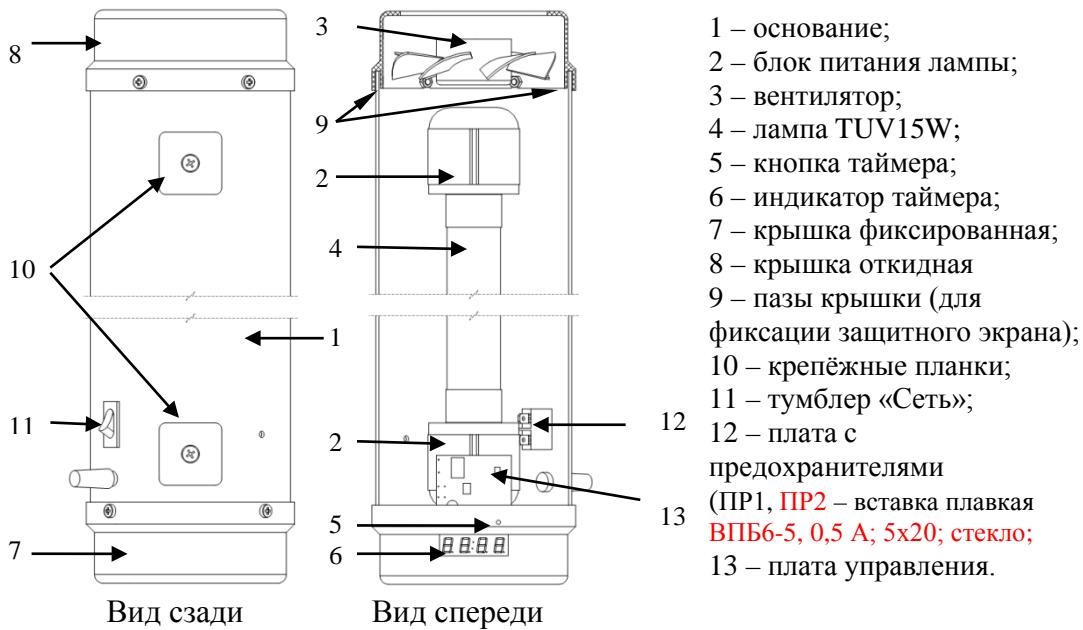
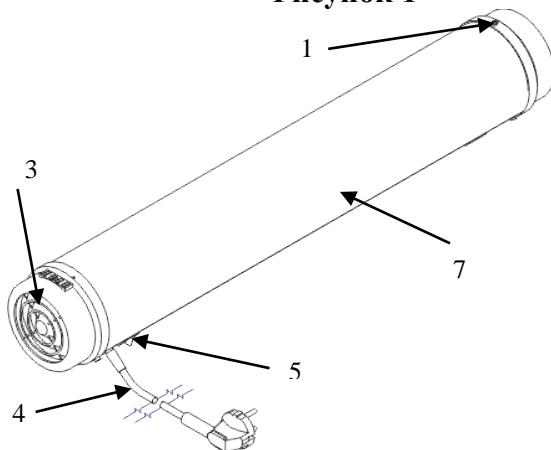
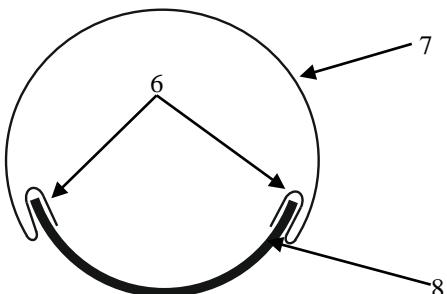

Рисунок 1
Рисунок 2
Рисунок 3
Корпус облучателя состоит из двух основных частей: основания - отражателя (Рис.1 поз.1), изготовленного из металла и защитного экрана (Рис.2 поз.7), выполненного из прозрачного пластика, на внутреннюю
С торцов корпус закрывается крышками (Рис.1 поз.7; 8) с отверстиями, через которые прокачивается воздух. В одной из крышек расположен вентилятор (Рис.1 поз.3). Бактерицидная лампа (Рис.1 поз.4) устанавливается в контактные отверстия блока питания (Рис.1 поз. 2), который крепится на основании (Рис.1 поз.1). На наружной стороне основания, справа, расположен тумблер «Сеть» (Рис.1 поз.11).
Таймер (Рис.1 поз.6) и кнопка таймера (Рис.1 поз.5) расположены в нижней фиксированной крышке (Рис.1 поз.7) облучателя.
Заданный экран (Рис.2 поз.7) крепится к подвижной крышке винтом (Рис.2 поз.1).
6.7 РАСПОЛАГАТЬ ОБЛУЧАТЕЛЬ НЕОБХОДИМО ТАКИМ ОБРАЗОМ, ЧТОБЫ НЕ БЫЛО ВОЗМОЖНОСТИ ЗАГЛЯДЫВАТЬ В ОТВЕРСТИЯ ДЛЯ ПРОХОЖДЕНИЯ ВОЗДУХА (Рис.2 поз.3), расположенные в обеих крышках.
7.3 Включите тумблер «Сеть» (Рис.2 поз.5) – положение «I».
8.6.1 Для смены или установки лампы открутить винт (Рис.2 поз.1), приподнять подвижную крышку (Рис.1 поз.8), поочередно снять защитный экран (Рис.2 поз.7) с основания (Рис.1 поз.1) и неподвижной крышки (Рис.1 поз.7).
8.6.2 Снять отработавшую лампу (Рис.1 поз.4).
8.6.3 Установить новую лампу в контактные отверстия блока питания (Рис.1 поз. 2).
8.6.4 Приподняв подвижную крышку (Рис.1 поз.8), вставить защитный экран в пазы крышек, сначала жестко закрепленной, а затем подвижной крышки (Рис.1 поз.9), следя за тем, чтобы края основания вошли в пазы защитного экрана (Рис.3 поз.6).
8.6.6 Включить тумблер «Сеть» (Рис.1 поз.11) – положение «I».
8.6.7 После включения тумблера «Сеть» необходимо нажать на кнопку установки времени (Рис.1 поз.5) и удерживать ее в нажатом состоянии до появления мигающего разряда на индикаторе. После